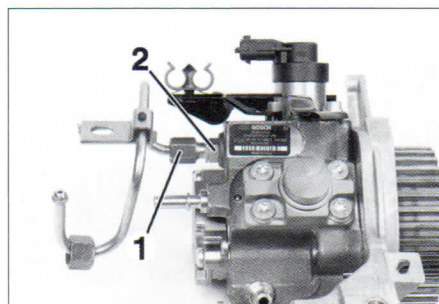
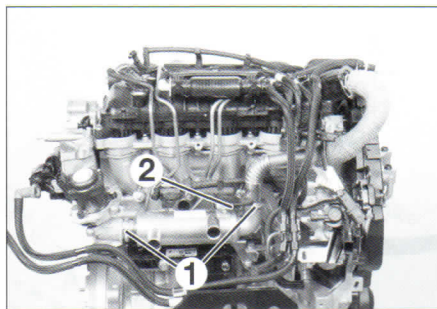
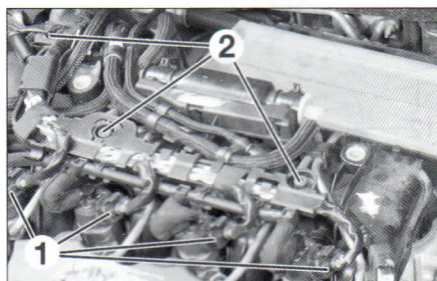

FIG.24
FIG. 25
FIG. 26
- el conducto de entrada de aire (1) (fig. 24).
- el conducto de entrada de aire (2) del turbo.
- Sacar el conector (3) del caudalímetro de aire.
- Desmontar el bloque caja de filtro de aire/caudalímetro de aire (4).
- las abrazaderas (1) (fig. 25).
- la fijación (2) de el intercambiador EGR y separarlo.
- Los conectores de los inyectores (1) (fig. 26).
- las 3 tuercas (2) de la guía de cableado.